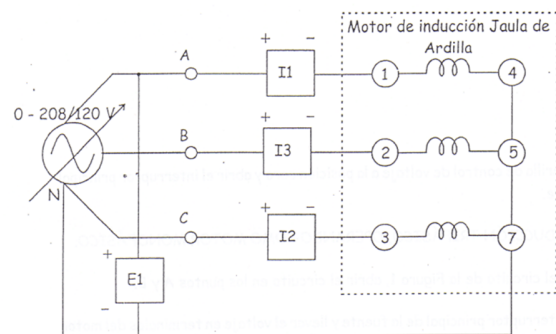

Figura 12. Motor de inducción jaula de ardilla.
2. Montar el circuito de la Figura 12 siguiendo las siguientes recomendaciones:
8. Utilizando el circuito de la Figura 12, abrir el circuito en el punto A.
12. Utilizando el circuito de la Figura 12, abrir el circuito en los puntos A y B.